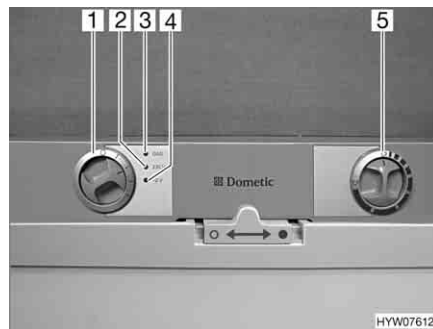

Bild 137 Reglage, knappar för kylskåpet (Dometic 7-serie)
- Ställ energiväljaren (Bild 137,1) i läge "GAS".
- Vridregulatorn (Bild 137,5) ställs i läge max. Nu är gastillförseln öppen. Tändning sker automatiskt. Ett tickande ljud hörs tills tändningsproceduren är klar. Driftindikeringen "GAS" (Bild 137,3) lyser gult.
- Ställ energiväljaren (Bild 137,1) i läge "230 V". Driftindikeringen "230 V" (Bild 137,2) lyser grönt.
- Ställ in kyltemperaturen med vridregulatorn (Bild 137,5).
- Ställ energiväljaren (Bild 137,1) i läge "12 V". Driftindikeringen "12 V" (Bild 137,4) lyser grönt.